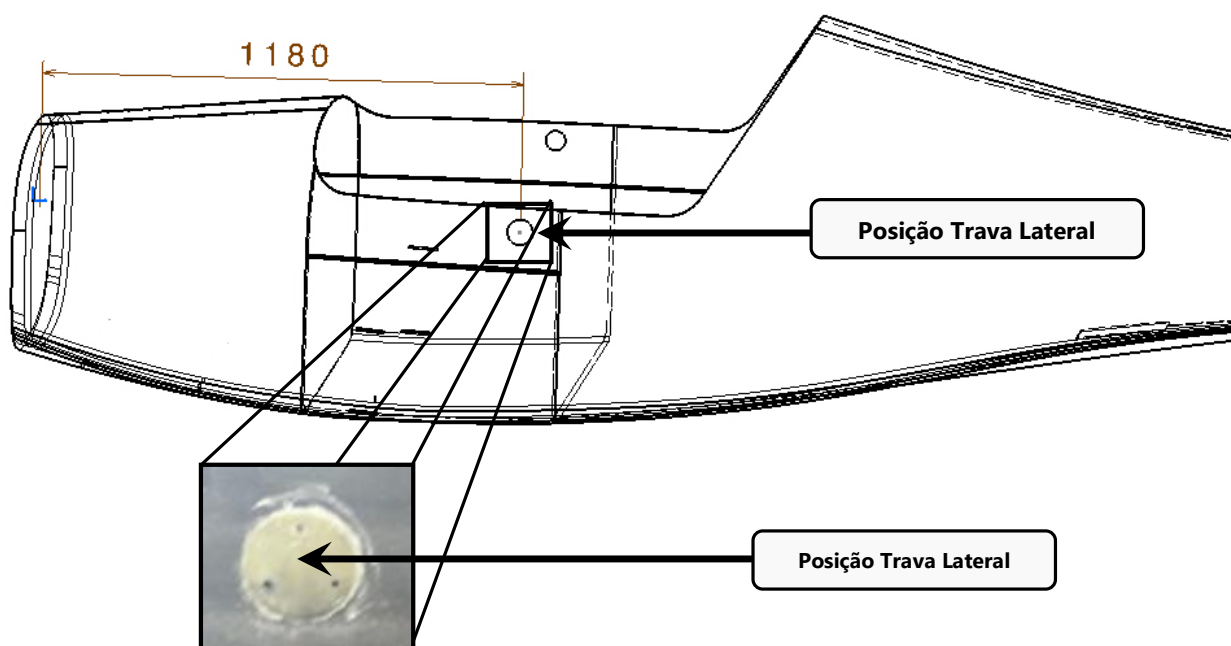

Figura 52.10.25 – Posição da Trava Lateral do Canopy
2. Remover os parafusos MS24693-C50 e a base maior AA-52-10-400-23 da dobradiça, como mostra a figura 52.10.25. Utilizar uma chave Phillips de 6"x1/4".